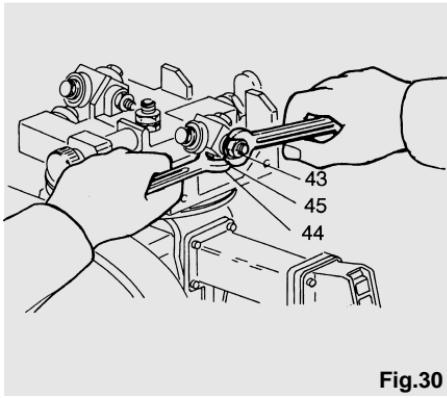

Fig.30
Le jeu du chariot sur les glissières est éliminé pendant la phase d'essai. Au cas où, à cause du transport ou en raison de l'usage, se produiraient des jeux non désirés, il faudra les éliminer en procédant de la manière suivante (voir figure 30): desserrer l'écrou (43) avec la clé fournie en standard et effectuer le réglage en agissant sur la vis (44) après avoir desserré le contre-écrou (45).